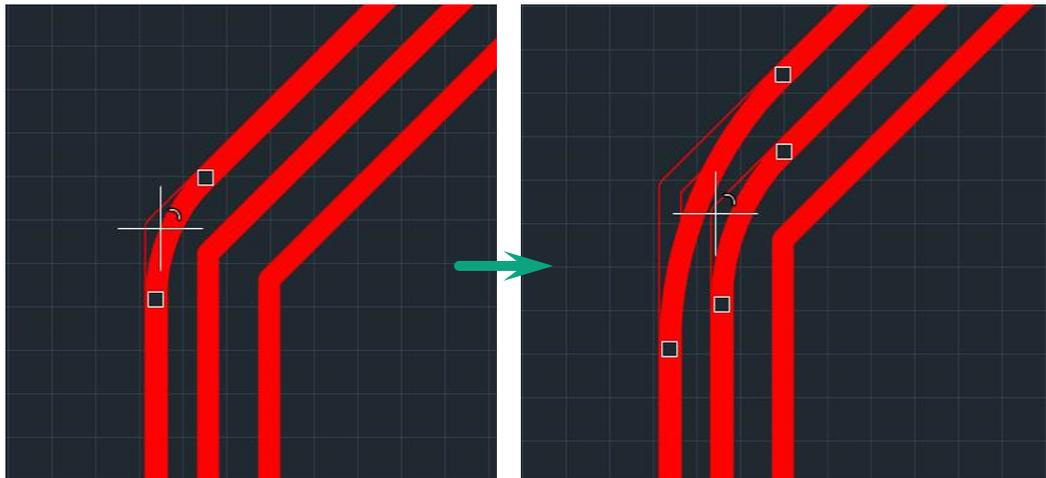

Рис. 313 Выбор радиуса скругления в момент применения инструмента
4. Переместите курсор, см. Рис. 313.